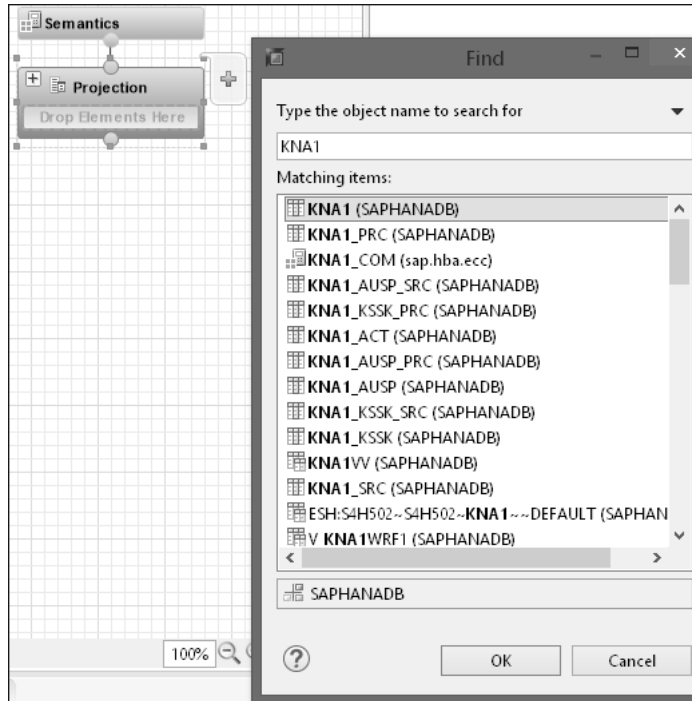

Abbildung 3.27 Datenquelle für die Modellierung hinzufügen
2. Es erscheint ein Fenster, in dem Sie nach dem Datenbankobjekt gefragt werden, das für die Modellierung verwendet werden soll. Für diese Übung verwenden wir die Tabelle KNA1 im Schema SAPHANADB, wie in Abbildung 3.27 gezeigt. Bestätigen Sie Ihre Eingabe.